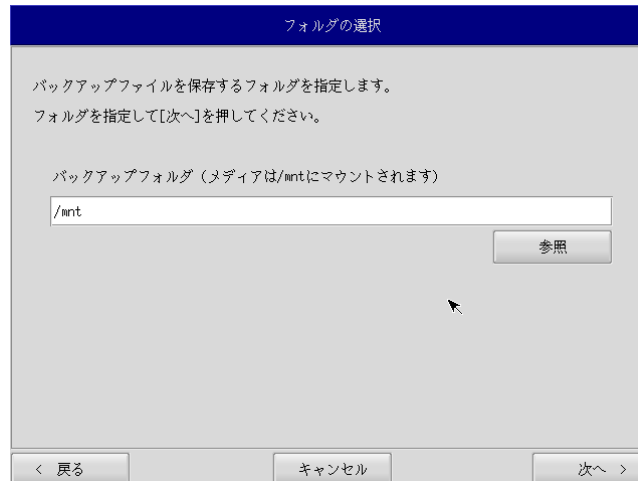

図 6-2-4. フォルダ選択画面
- ⑧ フォルダ選択画面（図 6-2-4）が表示されます。[参照]ボタンを押します。
- ⑩ フォルダ選択画面（図 6-2-4）で指定したバックアップフォルダが入力されていることを確認します。[次へ]ボタンを押します。